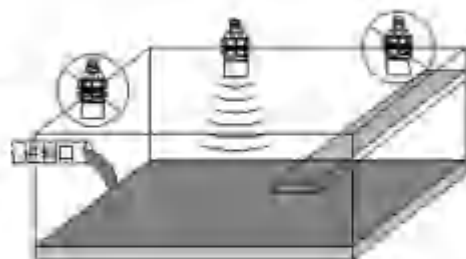

图 3-5
- ① 在测量范围内，不应有任何阻碍。
- ② 远离进料口。
- ③ 超声波发射面和测量介质间有障碍物存在的位置。如图 3-5 所示：